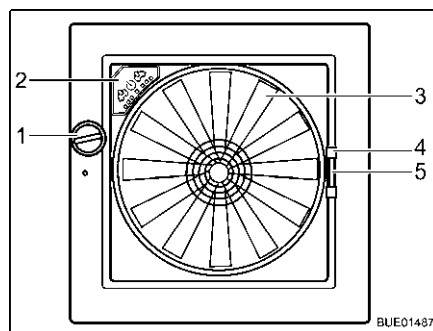

Fig. 109 Oblò Omni-Vent
- Ruotare la manopola (Fig. 109,1), finché non si raggiunge l'angolo di apertura desiderato.
- Ruotare la manopola (Fig. 109,1), finché l'oblò non è completamente chiuso.
- Tirare la zanzariera per l'impugnatura (Fig. 109,4) verso il lato opposto del telaio.
- Serrare la maniglia (Fig. 109,5) dell'oscurante.
- Ventilatore** Se l'oblò è aperto, la zona interna può essere sfiatata con il ventilatore a 6 stadi (Fig. 109,3). Il ventilatore si controlla dal quadro di comando (Fig. 109,2).